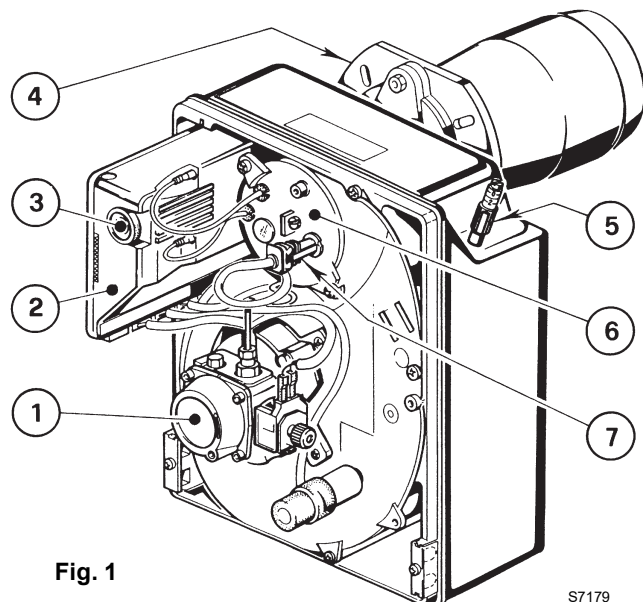

Fig. 1
C Wird durch die Kontrolllampe am Steuer- und Überwachungsgerät signalisiert (3, Abb. 1, auf S. 1).
- Die Reinigung des Flammenfühleres ausführen, (7, Abb. 1, auf S. 1).